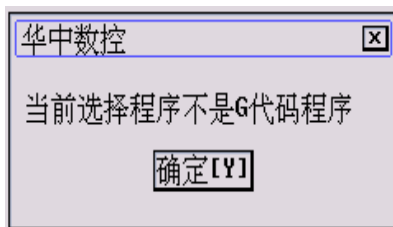

图 7.4.2 提示文件类型错
- (3) 连续按 **Tab** 键将蓝色亮条移到“搜寻”栏；
- (4) 按 **▼** 键弹出系统的本地盘和网络盘，用 **▲**、**▼** 选择网络盘，如[X:]；
- (5) 按 **Enter** 键，文件列表框中显示被选网络盘的目录和文件；
- (6) 按 **Tab** 键进入文件列表框；
- (7) 用 **▲**、**▼**、**▶**、**◀**、**Enter** 键选中想要编辑的网络程序的路径和名称；
- (8) 按 **Enter** 键，如果被选文件不是零件程序，将弹出如图 7.4.2 所示对话框，不能调入文件；